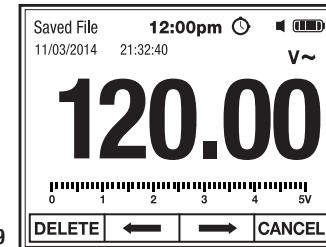

Fig. 19
- Utilice los botones F2 ⇄ y F3 ⇄ (Fig. 19) para seleccionar otros archivos guardados como se muestra en el paso 2.
- Pulse el botón de función F1 DELETE para borrar un Archivo Guardado (Fig. 19).
- Pulse el botón de función F4 CANCEL para volver a Mediciones sin borrar (Fig. 19).